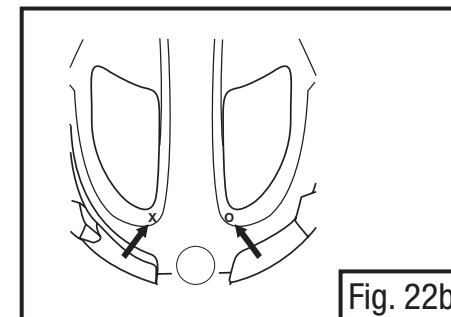

Fig. 22b
**Nota:** Na Serie M-100 somente, as marcas “X” e “O” na parte interna do casco do equipamento de cabeça usados para auxiliar na instalação do insertes de cabeça do protetor de face podem também ser usados como indicador para o local de fixação do protetor auricular. Alinhe as marcas da montagem do protetor auricular com a marca correspondente no casco do M-100 (isto é, alinhe “X” com “X”). Veja a Fig. 22b. Não há marcas “X” e “O” na parte interna do equipamento de cabeça M-300.